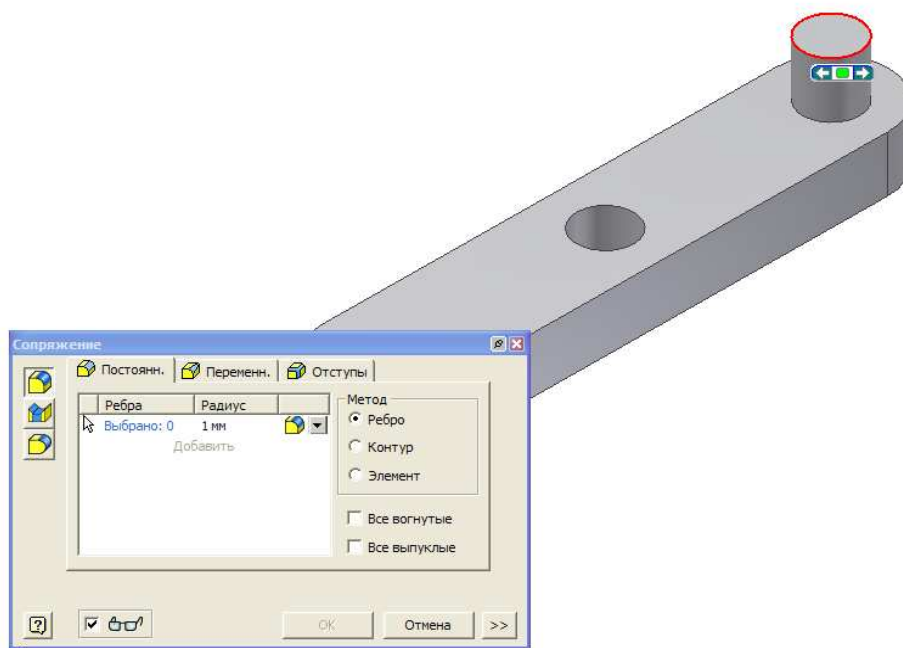
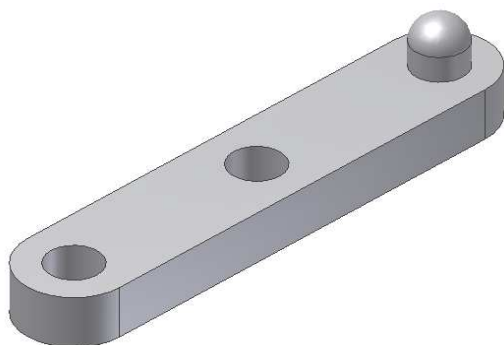

Рис. 32
Рис. 33
**Сопряжение** относится к группе инструментов, называемых – **наложенные элементы**. Нажмите , появляется диалоговое окно (рис. 32).
Укажите верхнее основание цилиндра (рис. 32) – должно появиться красное кольцо - в окне появляется сообщение, что одна кромка выбрана, задайте радиус сопряжения **1 мм** - **Ок** (рисунок 33).